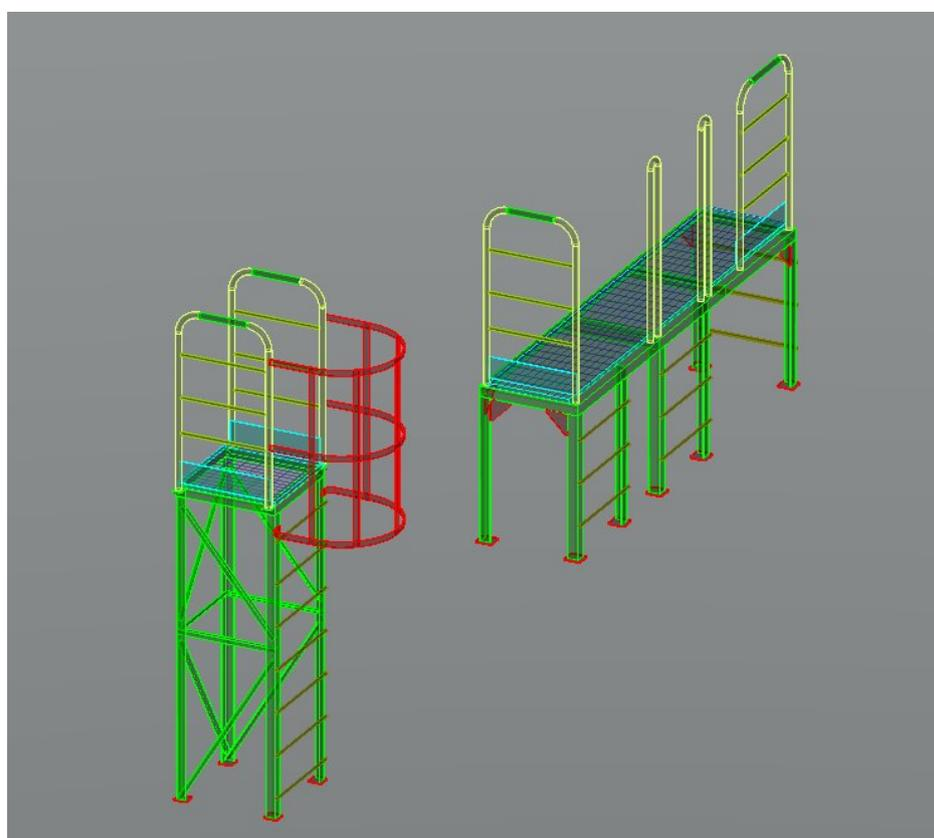

Рис. 2. - 3D модель площадки обслуживания
- эффективное создание модели параметрической сборки для типовых объектов, в частности, различных конструкций стальных лестниц и перил (рис. 2).